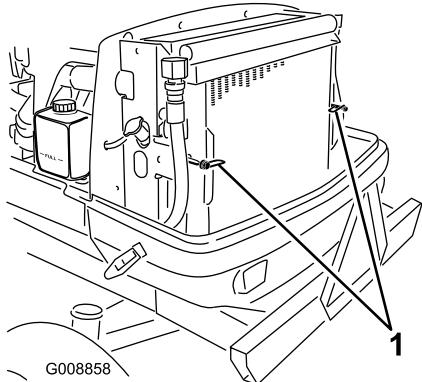

図 78
2. ラッチ(図 78)を回して、オイルクーラをフレームから外す。